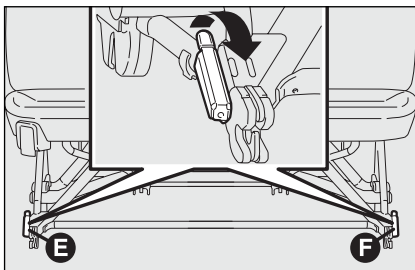

fig. 35
- draai vanuit de verticale stand de hendels **E** en **F**-fig. 35 omhoog;